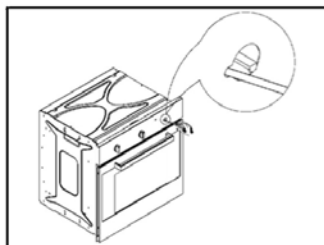

РИС. 5
- Если передняя панель металлическая, минимальное пламя может быть отрегулировано через отверстие, расположенное слева от ручек (Рис. 5).